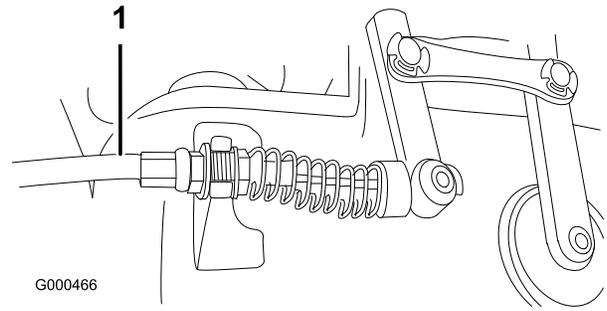

Figura 49
2. Para aumentar la tensión del cable, afloje la contratuerca delantera del cable y apriete la contratuerca trasera del cable (Figura 49) (situada encima de la caja de engranajes) hasta que la fuerza del cable del molinete añada de 3 a 4,5 kg adicional, medida en el pomo de control.